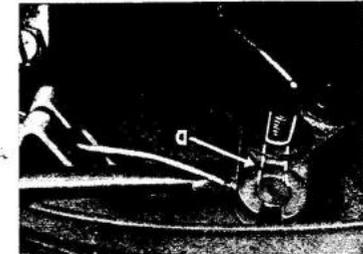

Abb. 15 Schalthebel abdrücken
- Deckel für Vergaserraum aufschließen und abnehmen. Sechskantmutter M 6 (Schlüsselweite 10, im folgenden nur noch mit SW bezeichnet) von der Schaltgabelwelle abschrauben. Schalthebel mit Federscheibe abheben, ggf. mit einem Schraubenzieher abdrücken. (Siehe Abb. 15.)
Ab Motor-Nr. 01 020 008 ist der Schalthebel (siehe auch Pfeil bei Abb. 15) mit „oben“ gekennzeichnet. Außerdem sind die unteren Aufnahmekrallen für die Seilnippel geschlossen. Ab Motor-Nr. 01 025 053 wurde der Zweikantschlitz im Schalthebel auf die Breite von  $7 + 0,022$  mm eingengt und damit ein spielfreier Sitz erreicht. Dieser Schalthebel ist gegen die bisherige Ausführung austauschbar und wird unter der Teile-Nr. 0101-15226-01 geführt.
25. Schalthebel (ab Motor-Nr. 01 020008 mit oben bezeichnet) so einbauen und festziehen, daß das Langloch zur Aufnahme der Schaltgabelwelle quer zur Fahrtrichtung zeigt (Siehe auch Abb. 15).